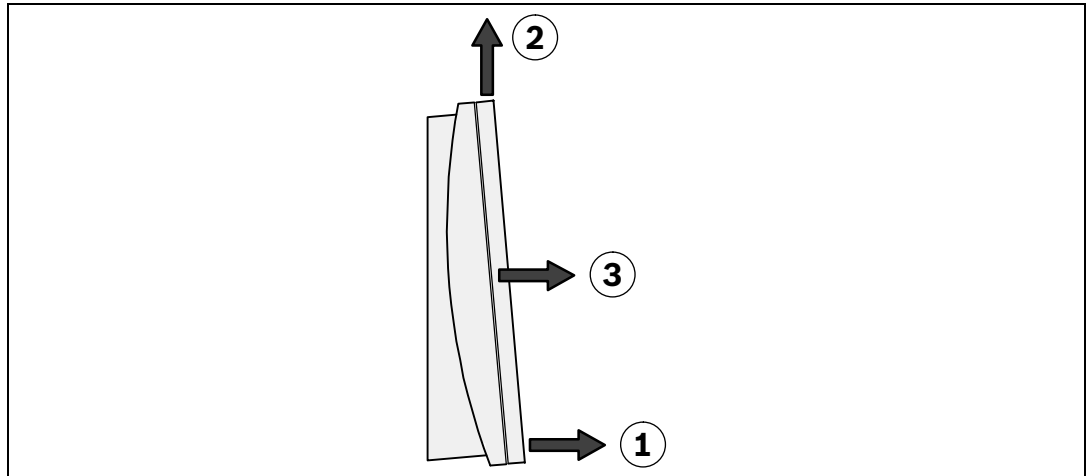

图 4.3 拆下机箱盖
4. 松开机箱螺钉，然后卸下机箱盖（参见图 4.3）：
- 将下部的机箱盖向前拉动大约 1 厘米 (1)。
- 向上移动机箱盖 少许 (2)。
- 向前拉出机箱盖 (3)。